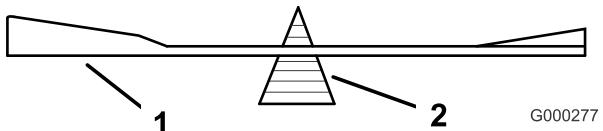
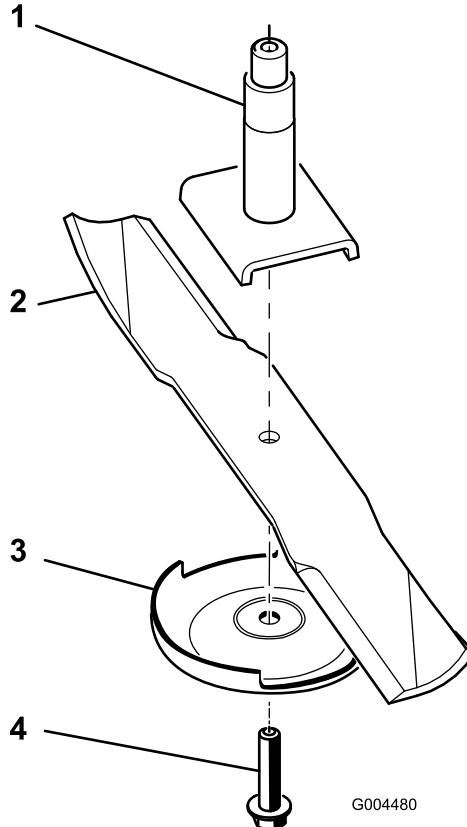

Figure 22
Figure 23
2. Enlevez le boulon, la plaque anti-scalp et la lame de l'axe de pivot (Figure 23).
2. Vérifiez l'équilibre de la lame en la plaçant sur un équilibrEUR (Figure 22). Si la lame reste horizontale, elle est équilibrée et peut être utilisée. Si la lame est déséquilibrée, limez un peu l'extrémité de la partie relevée seulement (Figure 23). Répétez la procédure jusqu'à ce que la lame soit équilibrée.
1. Placez la lame sur l'axe (Figure 23).
2. Montez la plaque anti-scalp et le boulon de lame (Figure 23).